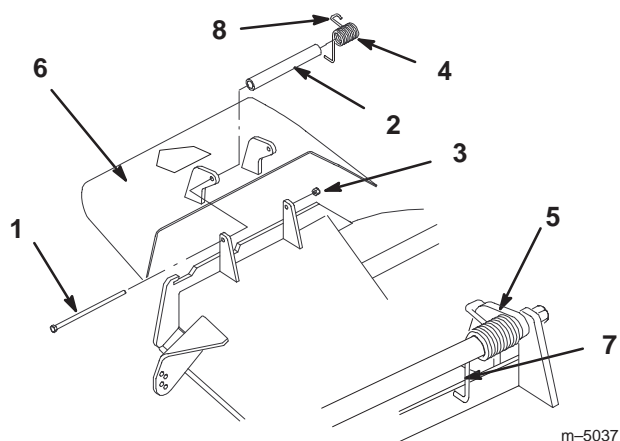

Figure 6
Remarque : Prenez soin de placer l'extrémité en **L** du ressort derrière le bord du plateau avant de mettre le boulon en place, comme indiqué à la Figure 6.
3. Remettez le boulon et l'écrou. Accrochez l'extrémité crochue en **J** du ressort au déflecteur d'herbe (Fig. 6).